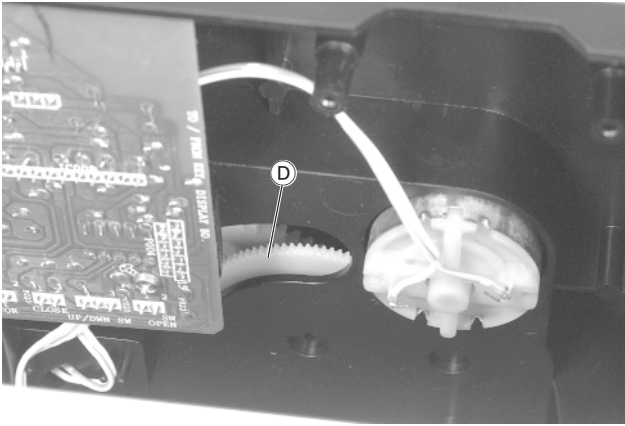

Fig. 22
- Das Zahnrad  (Fig. 22) so drehen, daß das CD-Laufwerk beim Ausfahren der CD-Schublade in „Play“ Position bleibt.
- Turn the gearwheel  (Fig. 22) so that the CD drive mechanism remains in the „Play“ position when moving out the CD Tray.